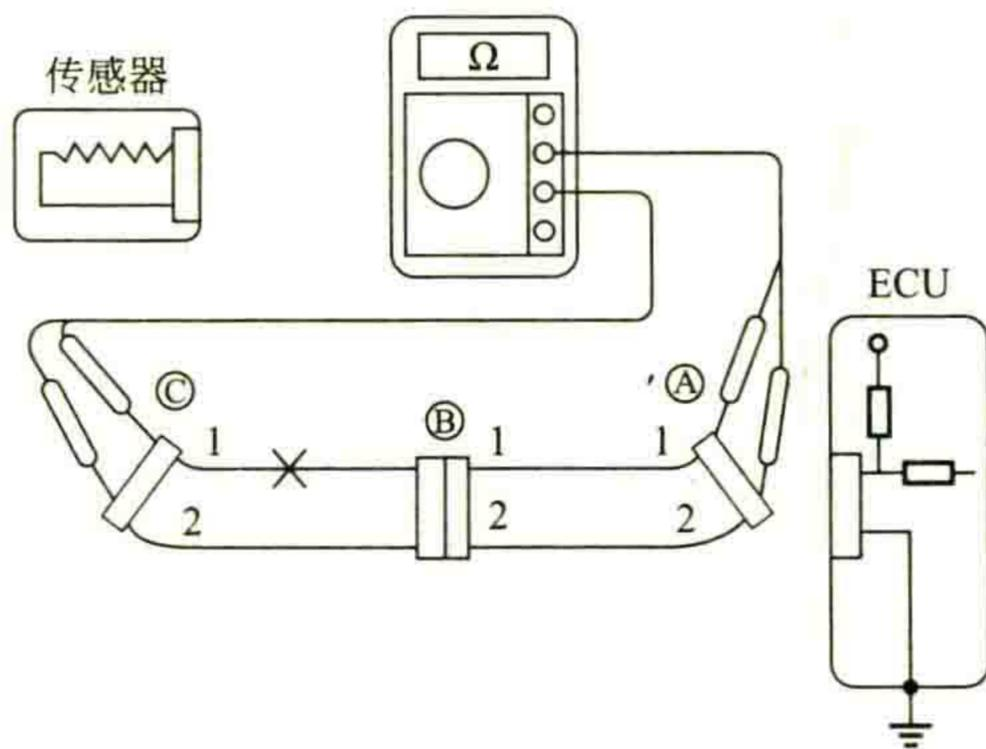

图1-7 检查配线是否导通
(4) “检查导通”的方法 如图1-7所示,脱开连接器A和C,测量它们之间的电阻值。若连接器A端子1与连接器C端子1之间的电阻值为 ∞ ,则它们之间不导通(断路);若连接器A端子2端与连接器C端子2之间的电阻值为 0Ω ,则它们之间导通(无断路)。